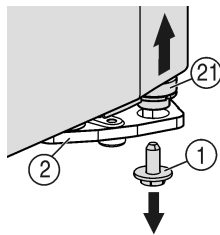
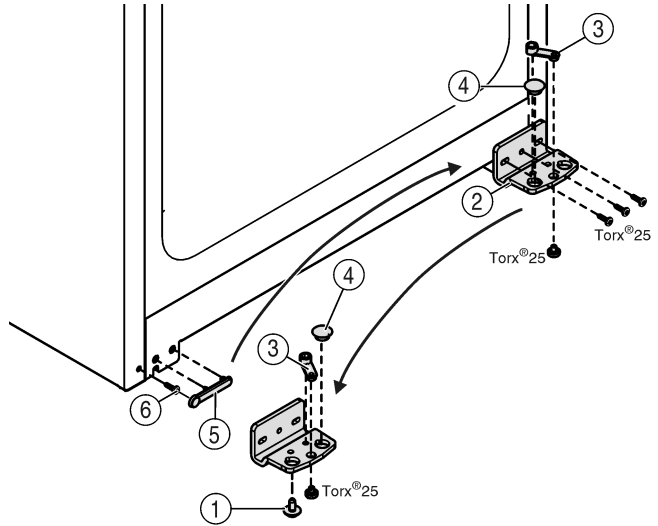

Fig. 5
Fig. 6
- ▶ Внизу справа на опорному кронштейні викрутіть фіксуючий гвинт Fig. 5 (1).
- ▷ Опорний гвинт Fig. 5 (21) можна буде вийняти з опорного кронштейна Fig. 6 (2).
- ▶ Якщо опорний гвинт Fig. 5 (21) не виймається, натисніть на нього знизу.
- ▶ Викрутіть опорну деталь Fig. 6 (2).
- ▶ Відкрутіть опорну деталь Fig. 6 (3) і вставте в протилежний отвір опорного кронштейну, знову пригвинтіть.
- ▶ Вийміть пробку Fig. 6 (4) з опорного кронштейна та переставте її в отвір на протилежному боці опорного кронштейна.
- ▶ Зніміть обережно кришку Fig. 6 (5) з боку ручки.
- ▶ Викрутіть гвинти Fig. 6 (6) і встановіть їх з протилежного боку.
- ▶ Знову вставте кришку Fig. 6 (5).
- ▶ Пригвинтіть опорний кронштейн Fig. 6 (2) на новий бік шарніра (з моментом 4 Нм). За потреби використовуйте пристрій для електричного закручування гвинтів.
- ▶ Вкрутіть фіксуючий гвинт Fig. 5 (1) знизу в гвинт і затягніть (з моментом 4 Нм).